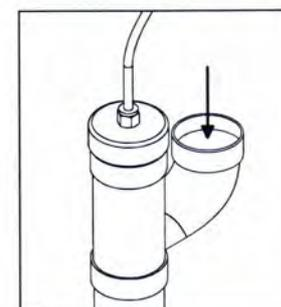

FIGURE 5
- Подключите установленную систему трубопровода к Y отводу который входит во входной комплект (см.рисунок 5). Обратите внимание, что если Y отвод не был зафиксирован на установленной входной трубе трассы, чтобы установщик или Вы направили его и установили в соответствии с необходимостью.